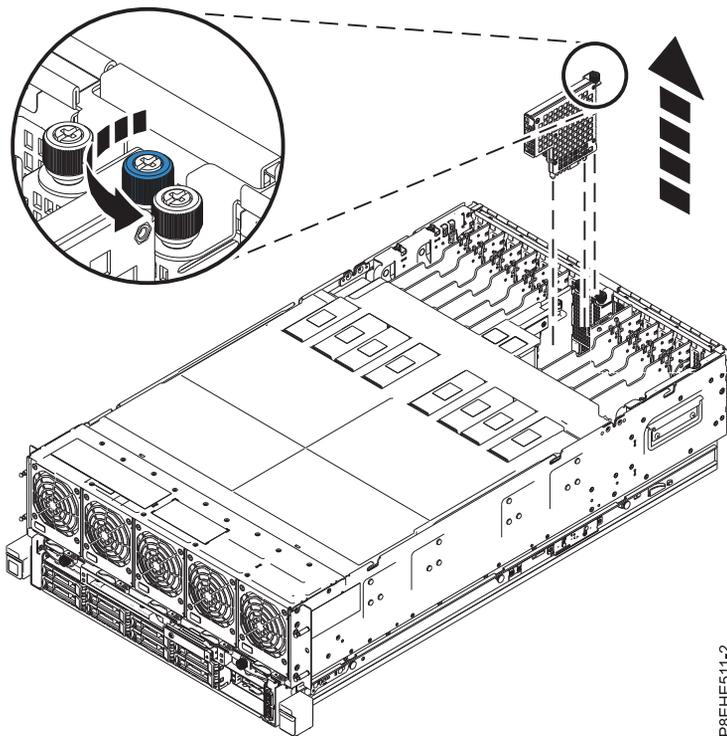

Abbildung 7. E/A-Spannungsreglermodul aus dem Steckplatz P1-C13 ausbauen
- a. Lösen Sie die Rändelschraube vollständig, wie in Abb. 7 gezeigt.